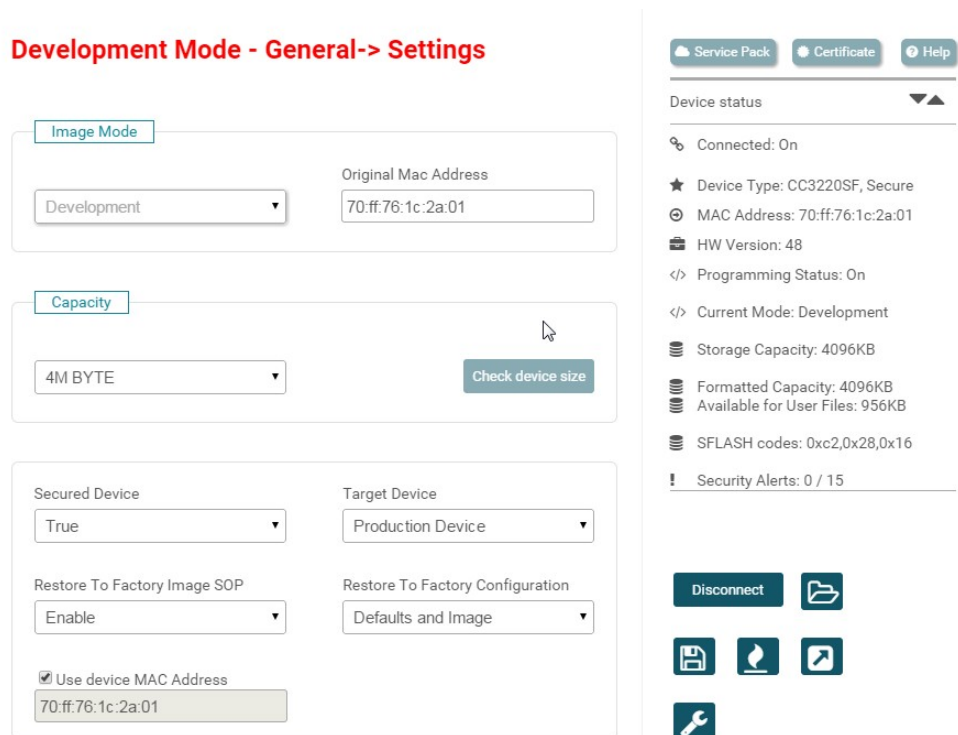

图 38. UniFlash 常规设置
5. 确保 CC3220 LaunchPad 处于连接状态，然后单击连接 (Connect) 按钮。用户可以通过器件 MAC 地址查看已连接器件的器件信息（请参见图 38）。由于开发模式与器件的 MAC 地址匹配，因此这很重要。